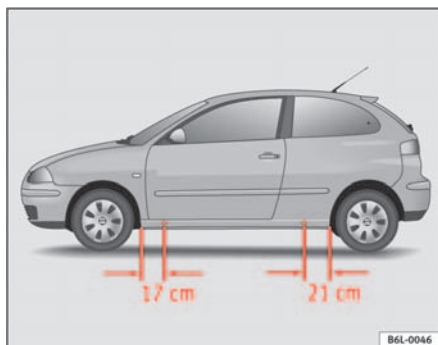

Abb. 134 Aufnahme-
- Suchen Sie den Aufnahmepunkt am Unterholm, der dem zu wechselnden Rad am nächsten liegt ⇒ Abb. 134.
Am Unterholm kennzeichnen jeweils vorn und hinten Eindrückungen die Stellen, an denen der Wagenheber angesetzt werden darf ⇒ Abb. 134. An jedem Rad ist eine Stelle für den Wagenheber vorgesehen. An anderen Stellen darf der Wagenheber nicht angesetzt werden.